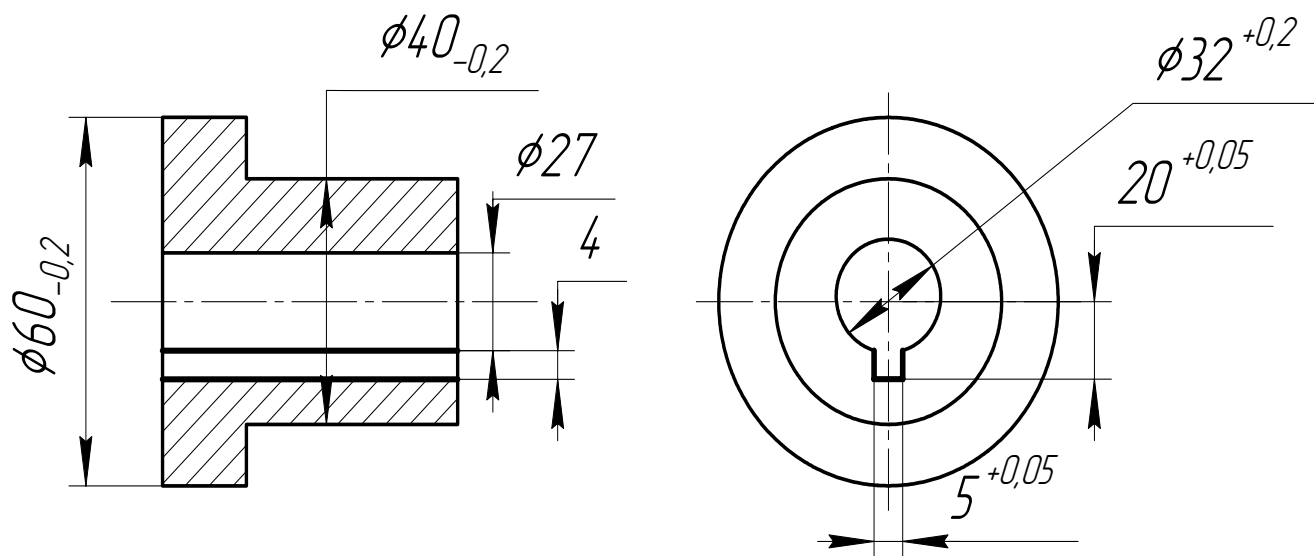

Рис. 9. Протягивание шпоночных канавок
15. Протягивание шпоночных канавок (см. рис. 9).